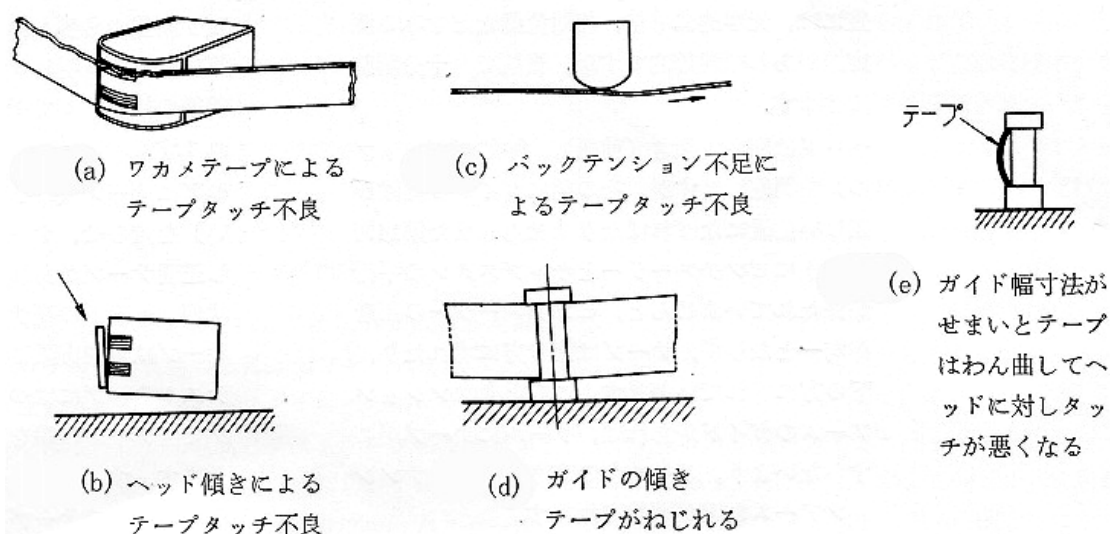

図 57-6 テープ・タッチの不良
1. カール、片伸びや折れ目のついたテープによるもの(図 57-6 (a))。